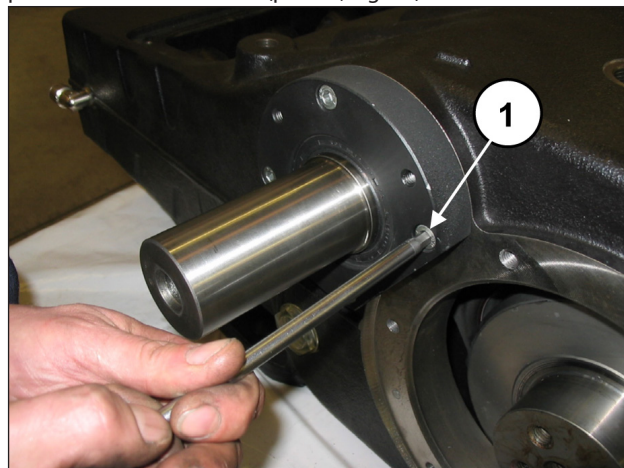
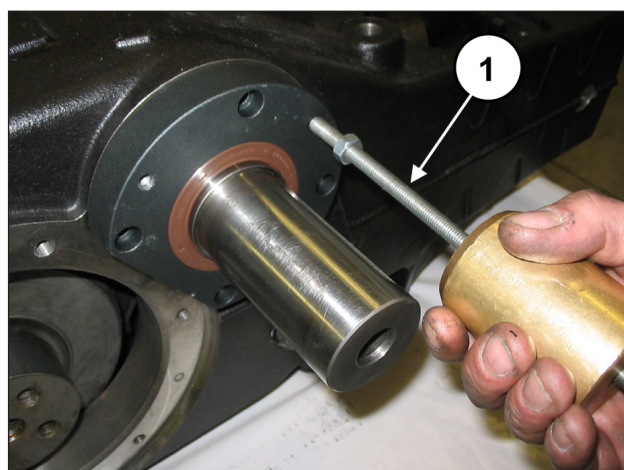

Fig. 26
Fig. 27
Quitar los tornillos de fijación de las tapas del cojinetes PTO derecha e izquierda (pos. ①, Fig. 26) y extraer las dos tapas del eje PTO. Para facilitar el desmontaje, utilizar 3 tornillos prisioneros o tornillos M8 (pos. ①, Fig. 27) como extractores.